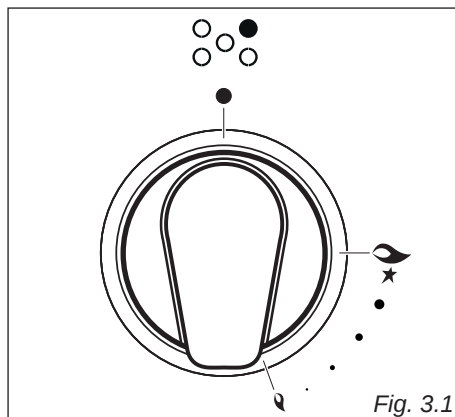

Fig. 3.1
- Dévissez les vis de fixation de la protection "A" située derrière la cuisinière (fig. 3.1).
- Placez le câble d'alimentation à travers du collier de serrage "C" (fig. 3.1). Le câble d'alimentation doit présenter une dimension adaptée aux caractéristiques électriques de l'appareil. Consultez la section "Section du câble d'alimentation".
L'arrivée du gaz au brûleur est commandée par une manette (fig. 3.1).